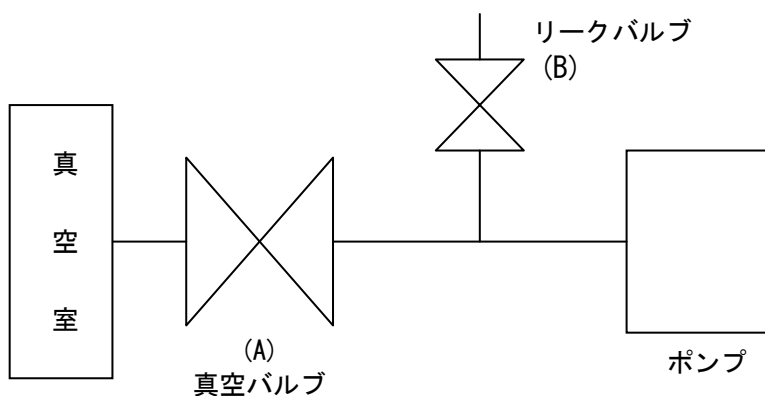

図5. 真空室と基本的な配管接続図
- (2) 真空室とポンプの間には、図5. のように、真空バルブ(A)及びリークバルブ(B)を取り付けて下さい。
リークバルブ(B)を閉じ、吸気口につながる真空バルブ(A)を開いて電源のスイッチを“ON”にして運転を開始して下さい。ポンプが排気を始めます。(図5. 参照)
まず真空バルブ(A)を閉じ、速やかにリークバルブ(B)を開いて電源のスイッチを“OFF”にします。(図5. 参照)